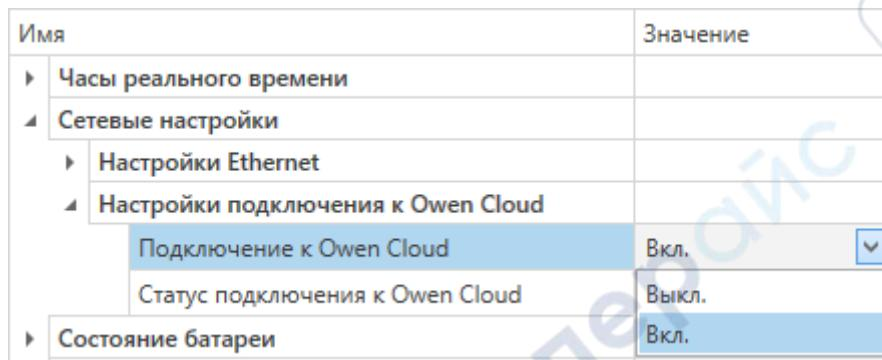

Рисунок 7.3 – Настройка автоматического подключения к облачному сервису
2. Задать значение **Вкл.** в параметре **Подключение к OwenCloud** (рисунок 7.3).